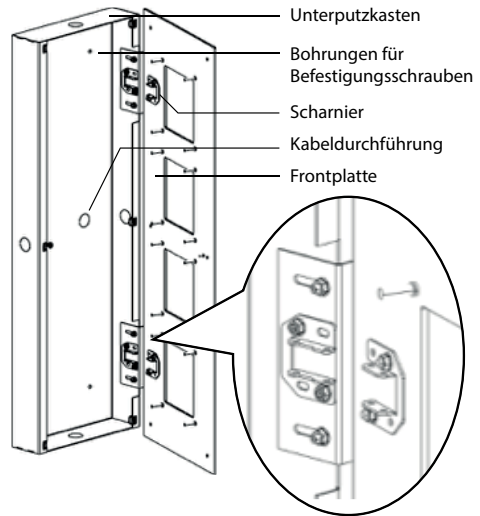

Abb. 5 Einbau Unterputzkasten
- ☒ Lösen Sie die Muttern (M3) der Führungsbleche (Detail Abb. 5).